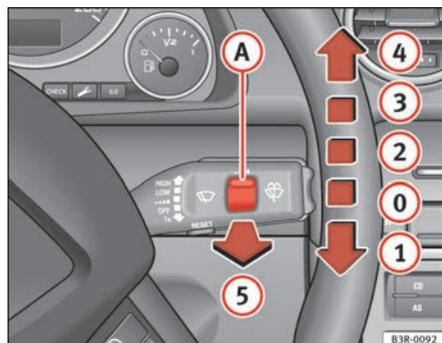

Fig. 100 Levier d'essuie-glace
Le levier d'essuie-glace ⇒ fig. 100 est doté des positions suivantes :
Les phares étant allumés, sélectionnez la fonction lavage / balayage automatique ⇒ page 131, fig. 100 ⑤ en tirant le levier pendant plus d'une seconde.